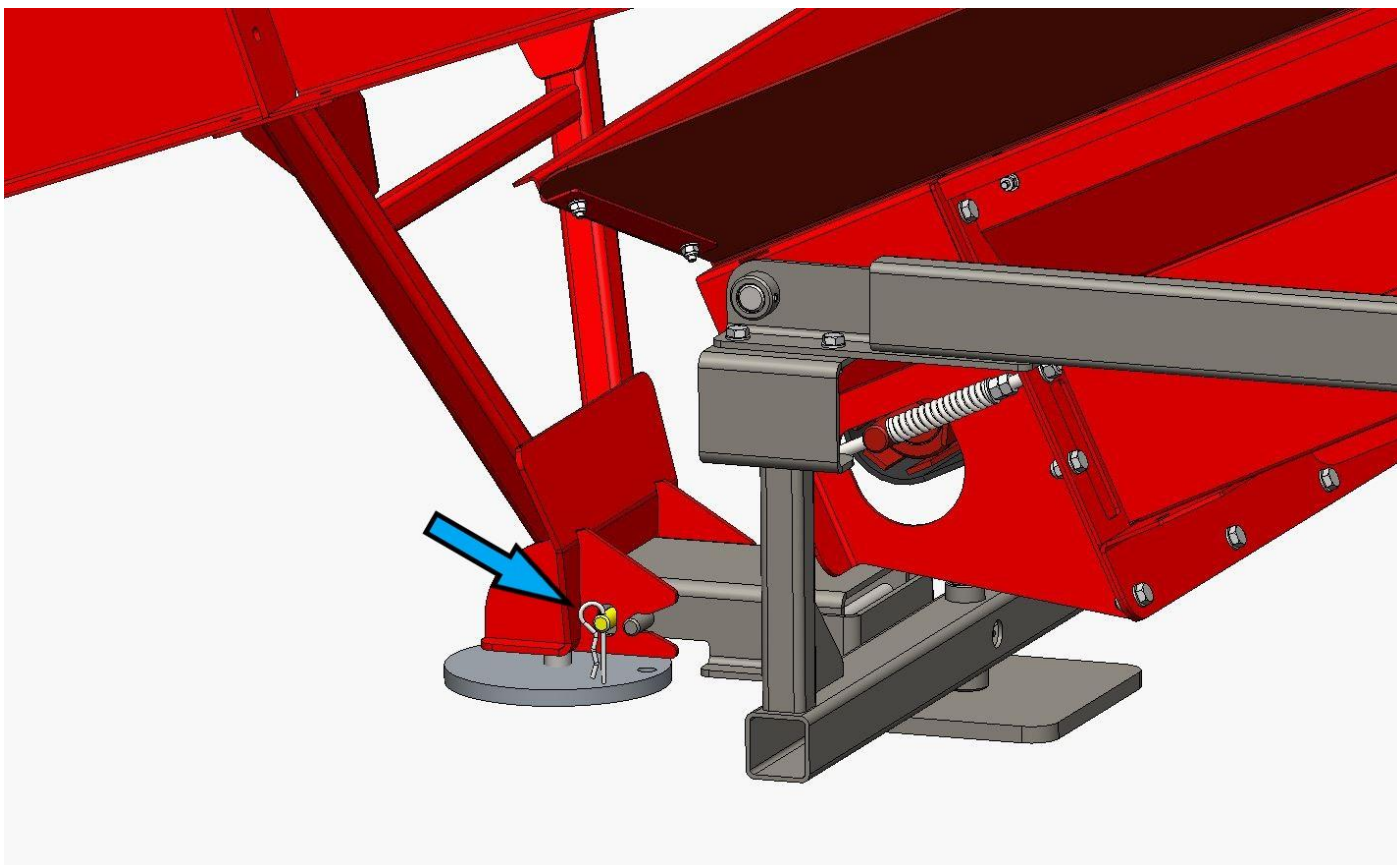

Рис. 1.
1. Подсоедините конвейер к дровокольному станку с помощью штифта и шплинта, как показано на рис. 1.
Управление отводящим конвейером осуществляется с пульта управления станка Hakki Pilke. Скорость движения отводящего конвейера может быть отрегулирована винтом плавной настройки С (рис. 3). Если по какой-то причине конвейер заело, его ход следует остановить рычагом В (рис. 1), а станок выключить до устранения проблем. Если помеха находится в конце конвейера, например, древесина застряла между конвейером и его возможным удлинительным звеном, ленту можно подать назад на короткое расстояние с помощью рычага В (рис. 1).